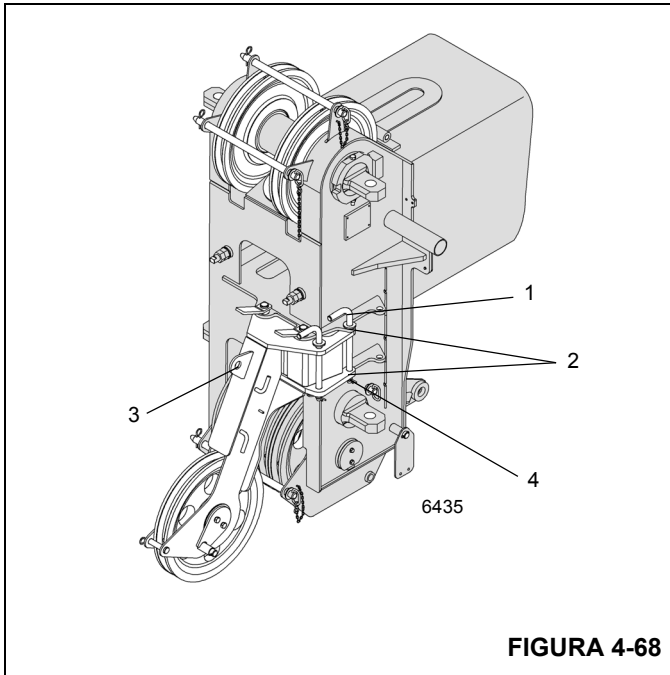

FIGURA 4-68
1. Solte o pino de retenção (4) e remova os pinos (1) do ponto de apoio (2) (Figura 4-68).